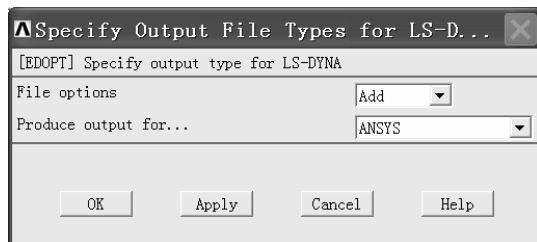

图 5-23 “Specify Output File Types for LS-D...” 窗口
(3) 依次选择 Main Menu>Preprocessor>Solution>Output Controls>Output File Types, 弹出 “Specify Output File Types for LS-D...” 窗口 (见图 5-23)。